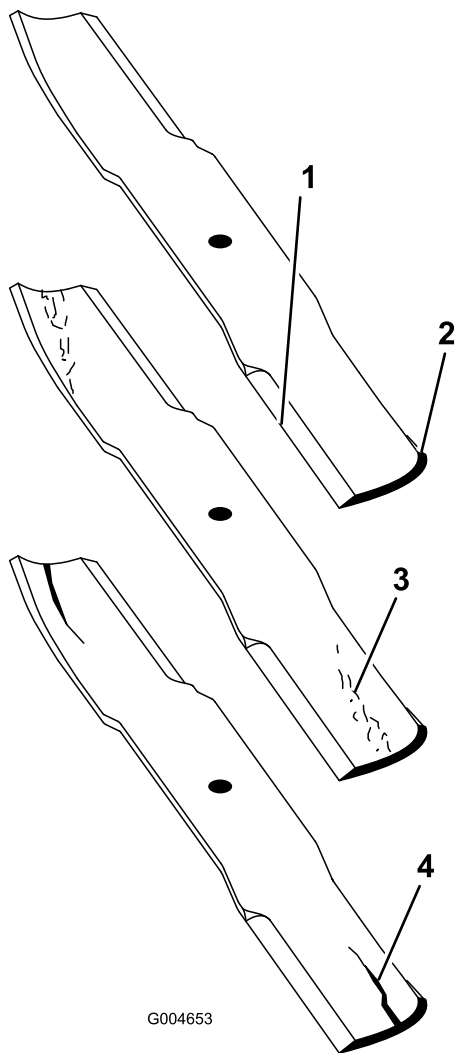

Figura 88
2. Examine cuidadosamente los extremos de corte de la cuchilla, sobre todo en el punto de reunión entre la parte plana y la parte curva de la cuchilla (Figura 88). Puesto que la arena y cualquier material abrasivo pueden desgastar el metal que conecta las partes curva y plana de la cuchilla, compruebe la cuchilla antes de utilizar el cortacésped. Si se aprecia desgaste (Figura 88), cambie la cuchilla.